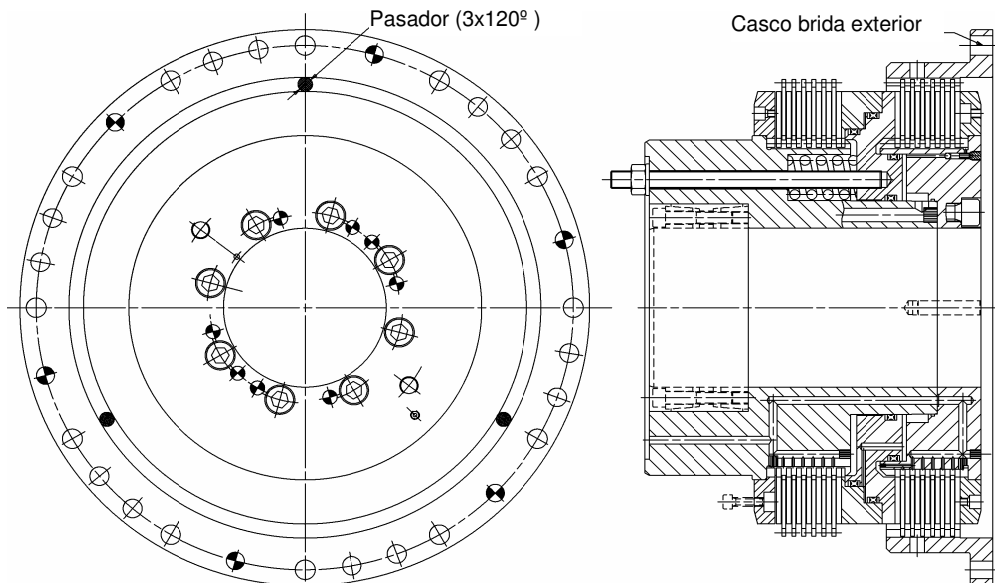

Fig. 14
9. Posteriormente se deben colocar los discos concéntricamente a la tapa lateral y alinear los dientes utilizando el casco con brida exterior (lado freno o embrague). Montar el casco en los discos como se muestra en la Fig. 14 e insertar 3 pasadores para obtener la concentricidad de los discos.